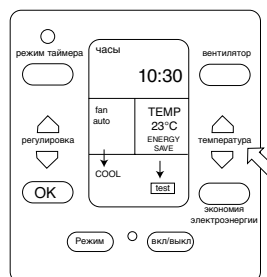

Рис. 15. Показания на жидкокристаллическом дисплее, когда кондиционер находится в режиме охлаждения и тестирования
- Нажать кнопку регулирования температуры в сторону ее понижения (↓), которая заставит кондиционер перейти в режим охлаждения. После этого немедленно включится компрессор, скорость вращения вентилятора изменится на высокую и на дисплее будет отображено **TEST**. Потребуется 5 минут для того, чтобы кондиционер автоматически отключился. (Рис.15).